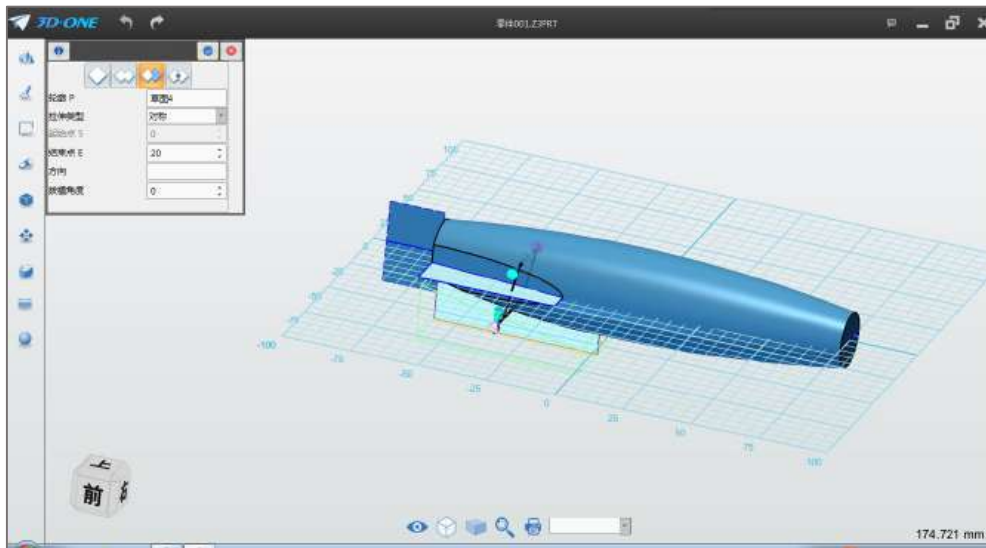

图 1-14
Step 14 完成草图绘制，选择拉伸命令 ，布尔运算选择“减运算”，结束点设为 20，如下图 1-14 所示：